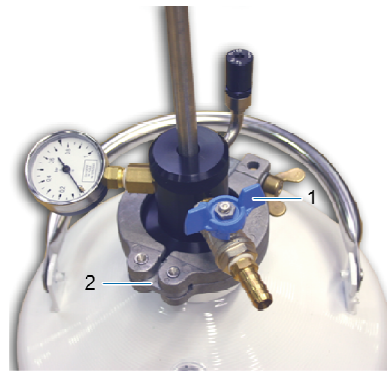

Figura 7-3 : bomba DL3, etapa 2.
4. Coloque y bloquee la brida de fijación (Figura 7-3, rep. 2) apretándola manualmente.
5. apretándola manualmente (Figura 7-3, rep. 1).